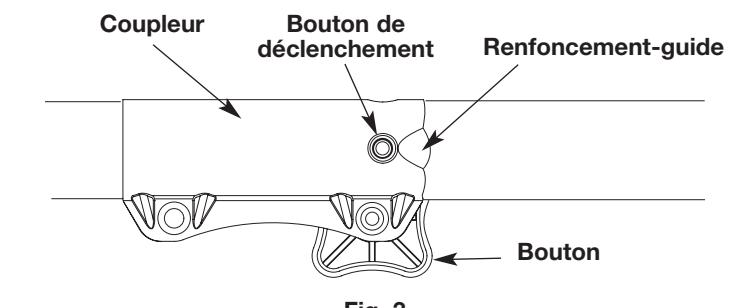

Fig. 3
**REMARQUE :** alignez le bouton de déclenchement avec le renforcement-guide pour faciliter l'installation (fig. 3).
4. Serrez le bouton en le tournant à droite (fig. 3). Le taille-haies doit être installé avec le bouton de déclenchement dans le trou principal.
2. Appuyez sur le bouton de déclenchement et maintenez-le enfoncé (fig. 3).